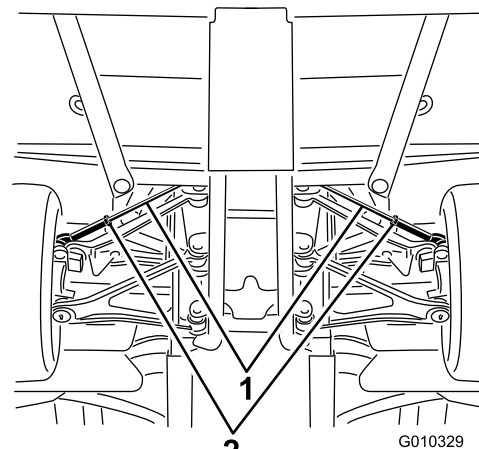

Рисунок 61
- A. Ослабьте контргайку в середине тяги (Рисунок 61).